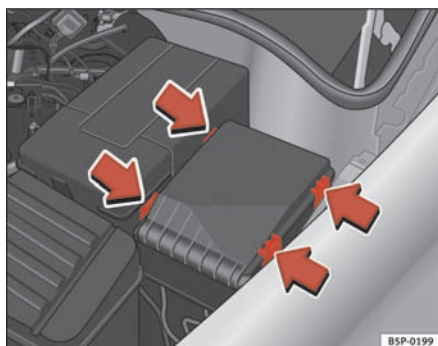

Fig. 186 Afdækning til sikringer i motorrummet
- Frigør afdækningen til sikringerne i motorrummet ved hjælp af tapperne, der skal trykkes mod afdækningens midte ⇒ side 258, fig. 186.